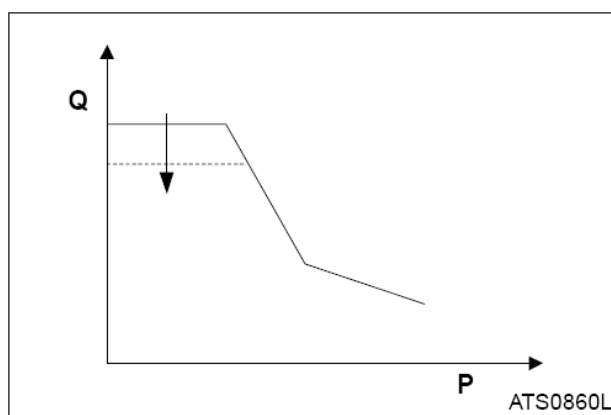

Рис. 15
Регулировочный винт (1) влияет на расход на выходе (**Q**) насоса. Поворот регулировочного винта сдвигает кривую максимального расхода отсечения (как видно из рис. 15).